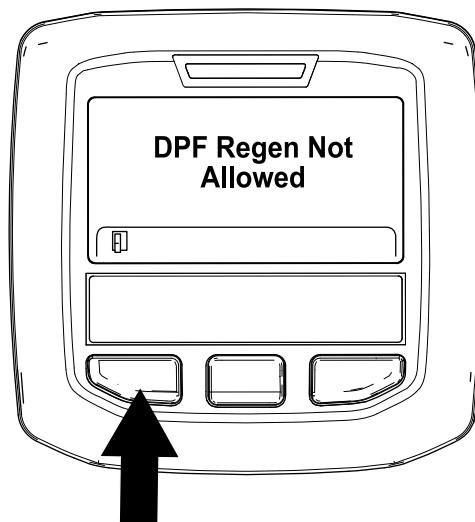

図 55
- 再生不許可の場合には DPF Regen Not Allowed と表示される図 55。左ボタンを押してホーム画面に戻る。